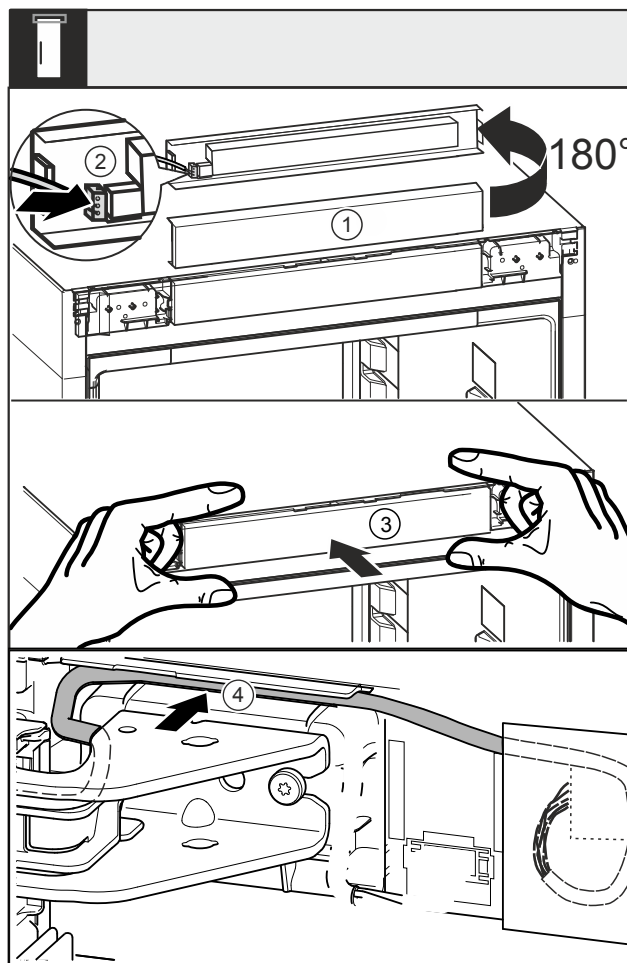

Fig. 47
- Záslepku Fig. 47 (1) otočte nahoru o 180°.
- Zástrčka Fig. 47 (2) zacvakne do panelu.
- Nasadte záslepku Fig. 47 (3) zpět na spotřebič.
- Kabel opatrně položte ve vedení Fig. 47 (4) nad horním stojanem ložiska.